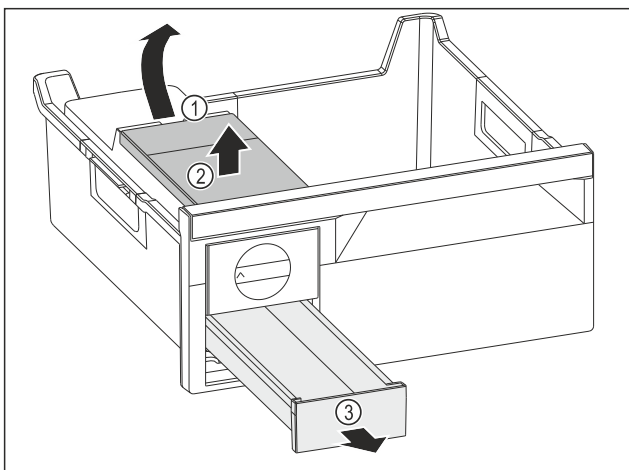

Fig. 170
- ▶ Wassertank entnehmen: Wassertank an der Ausparung Fig. 170 (1) anheben.
- ▶ Wassertank Fig. 170 (2) nach oben entnehmen.
- ▶ Eiswürfelschubfach Fig. 170 (3) nach vorne entnehmen.